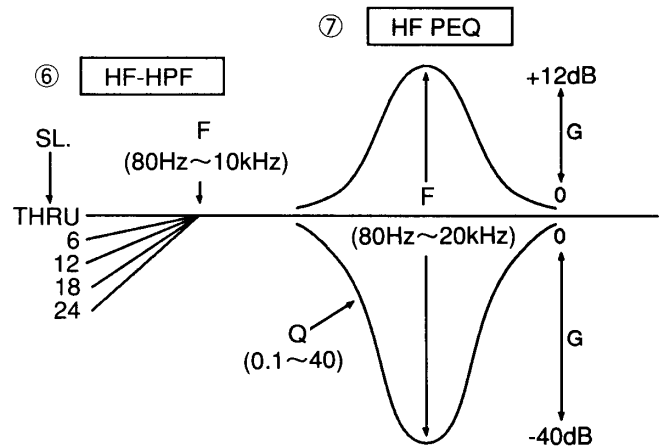

図1. 各フィルターの設定範囲
SLF - LPFローパスフィルターの設定 (P11-図1. ポイント①)
SLF - HPFハイパスフィルターの設定 (P11-図1. ポイント②)
LF - LPFローパスフィルターの設定 (P11-図1. ポイント③)
LF - HPFハイパスフィルターの設定 (P11-図1. ポイント④)
LF PEQパラメトリックイコライザーの設定 (P11-図1. ポイント⑤)
HF - HPFハイパスフィルターの設定 (P11-図1. ポイント⑥)
HF PEQパラメトリックイコライザーの設定 (P11-図1. ポイント⑦)